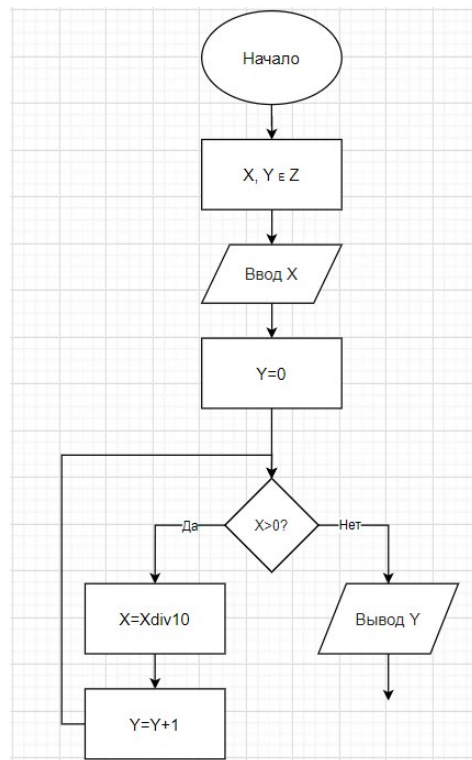

рис.1
3. Что выполняет программа, изображенная на рис.1?